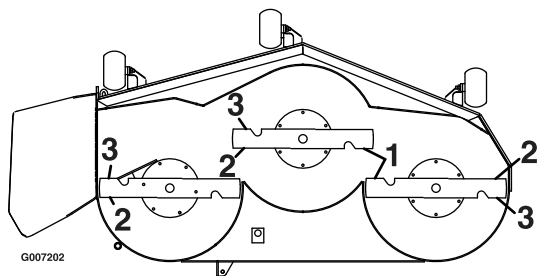

Bild 69
4. Messen Sie den Abstand zwischen den äußeren Schnittkanten und der ebenen Oberfläche (Bild 69). Wenn beide Messwerte nicht innerhalb von 5 mm liegen, ist eine Einstellung erforderlich. Machen Sie mit den Schritten zum Nivellieren weiter.